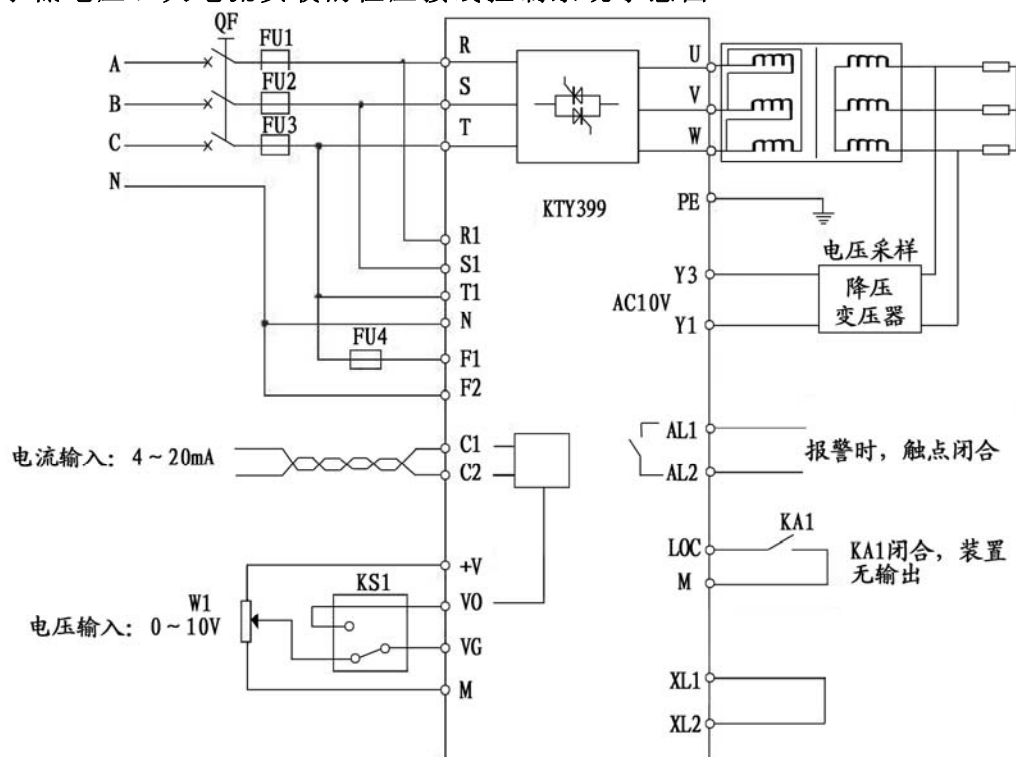

图4-2 KTY399应用于低电压、大电流负载的电压闭环控制
- 图4-2中电压反馈取自变压器的二次侧，此方法可精确恒定负载电压。由于标准配置的恒压型调压器在出厂时反馈信号连接到了调压器输出端（相当于图中变压器一次侧），如要按图4-2的方式接线，可在订货时提出或在使用时向我们联系。